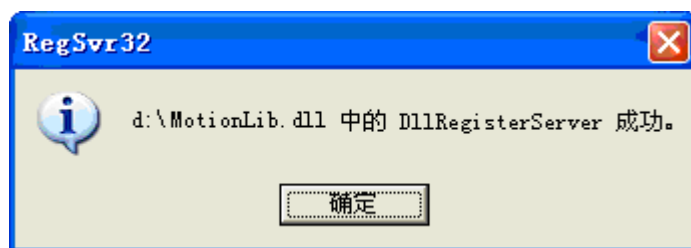

图 7.3 MotionLib 注册成功信息
- 2) 若成功注册程序库，将弹出如图 7.3 的对话框。若注册失败，将出现显示其失败原因的对话框。大多数失败原因是在用户的系统内没有 msvcp70.dll 及 msucr70.dll。用户可在随机附带的光盘内找到这两个文件，把它们复制到程序库的统一路径下，然后完成程序库的注册。如果还有问题请和我们的技术人员联系。